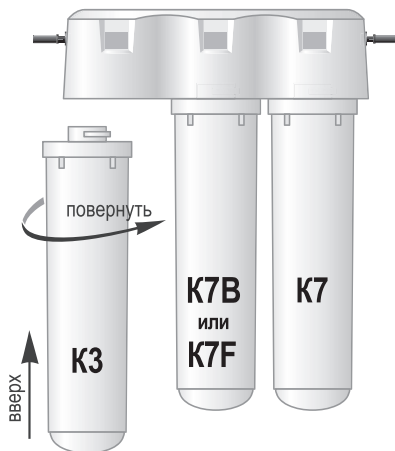

Рис. 6
- вставьте новый модуль в блок коллекторов (13) до упора и, слегка надавливая, поверните модуль по часовой стрелке до щелчка (рис. 6).
Обратите внимание на порядок установки модулей. Позиционирование модулей в водоочистителе указано на рис. 6.